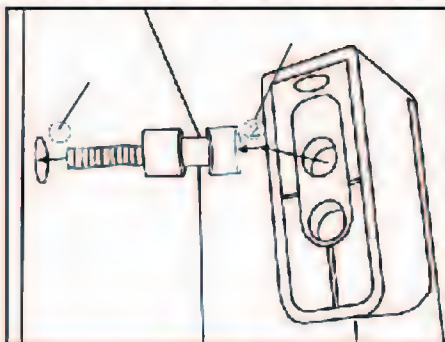

Abbildung 1
- 1) Setzen Sie die Halter in die vorbereiteten Löcher an der Tür des Kühlabteils, zwei Halter für eine Tür. Für diesen Schritt brauchen Sie einen Schraubenzieher. (Erster Schritt in Abbildung 1)
- 2) Drücken Sie den Griff mit der Öffnung gegen den Halter, bis er in der richtigen Position sitzt. (Zweiter Schritt in Abbildung 1)
- 1) Setzen Sie die Halter in die vorbereiteten Löcher an der Tür des Gefrierabteils, zwei Halter für eine Tür. Für diesen Schritt brauchen Sie einen Schraubenzieher. (Erster Schritt in Abbildung 1)